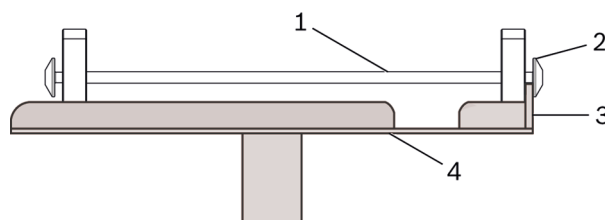

Figure 2: Support sur la plaque universelle
3. Placez le support sur la plaque universelle du cric de moteur et de boîte de vitesses. Assurez-vous que la douille de sécurité se glisse bien derrière le bord avant de la plaque universelle, comme illustré (voir figure 2).
- Placez et fixez le support exactement comme illustré au point 3 et à la figure 2.